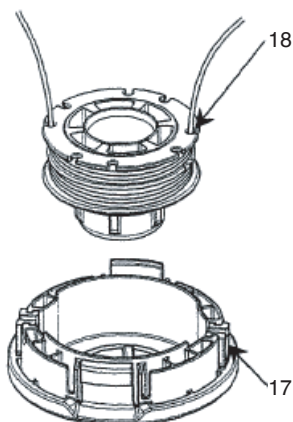

Fig. 24
- (5) Insérez les deux bouts libres du fil dans le guide-cordon (17) lorsque vous placez la bobine dans le boîtier. (Fig. 24)